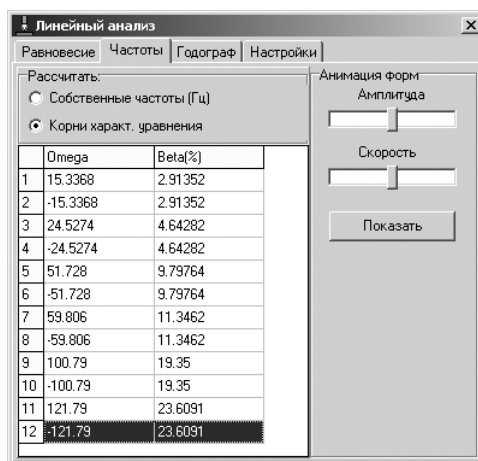

Рис. 2.112. Диалоговое окно **Линейный анализ** с открытой вкладкой **Частоты** и результатами определения параметра **Beta**
- щелкните в контекстном меню по пункту **Частота + доля демпфирования**. Появятся результаты определения доли демпфирования для каждой формы в процентах (Beta), см. рис. 2.112.